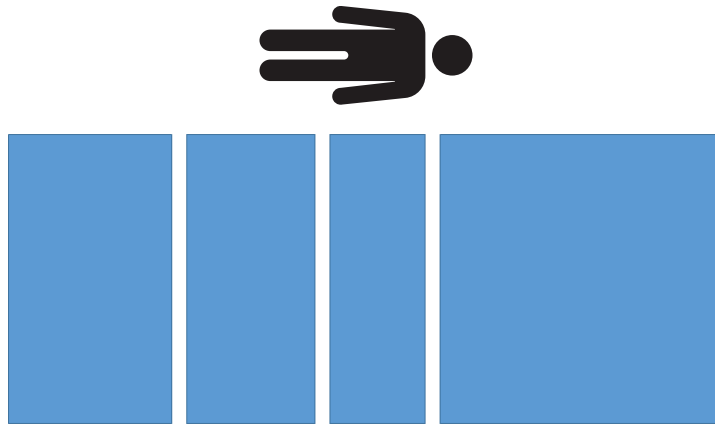

Abbildung 12 – Vorladen – kein Gewicht
28. Alle kalibrierten Gewichte vom Produkt entfernen (Abbildung 12).